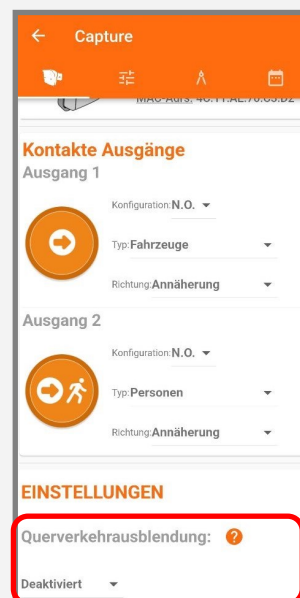

Bild 3
- 3) Aktivieren Sie den Querverkehrsfilter, bevor Sie die Kalibrierungseinstellungen vornehmen. (Bild 3)